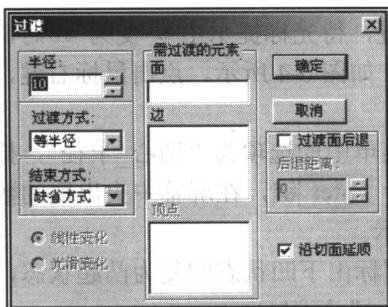

图 0-8 “过渡”对话框
(1) 单击“过渡”按钮，系统弹出“过渡”对话框，如图 0-8 所示。
(2) 使用默认过渡半径值，移动光标至实体侧边位置，待光标提示变为 \nearrow 时，单击鼠标左键，拾取该实体边为过渡边。采用同样方法，拾取其他两条可见的实体侧边。
(3) 按住 Shift 键，多次单击 \leftarrow 键，旋转实体至背面可见，拾取底板的四个侧边，如图